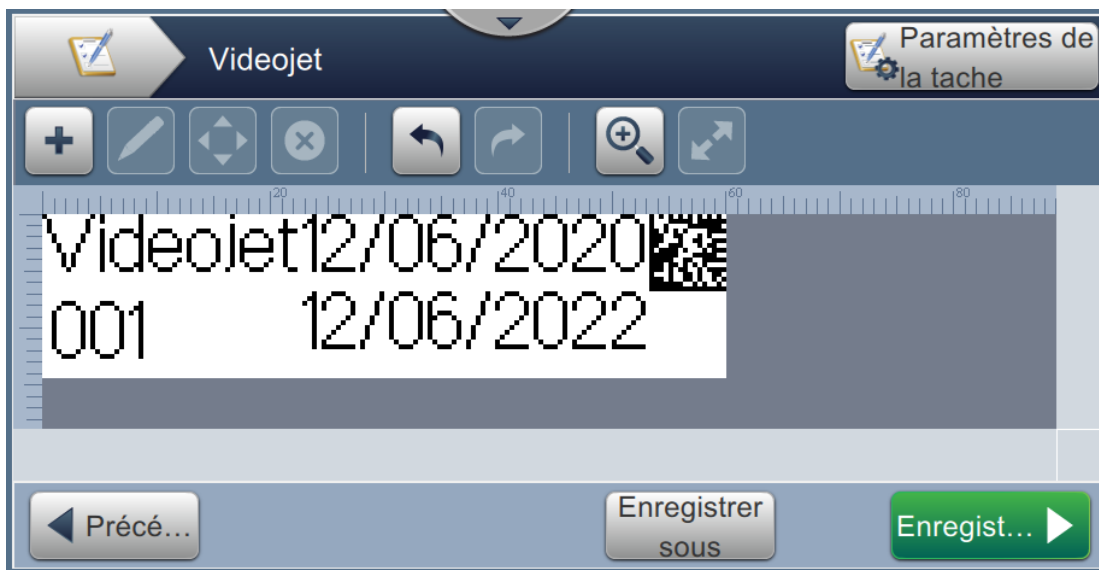

Figure 6-9 : Exemple de tâche
- 11 Sélectionnez le champ et faites-le glisser ou servez-vous du bouton  pour le déplacer jusqu'à l'emplacement souhaité, tel qu'illustré dans la Figure 6-9, page 6-16.
17. Sélectionnez le champ et faites-le glisser ou servez-vous du bouton  pour le déplacer jusqu'à l'emplacement souhaité, tel qu'illustré dans la Figure 6-9, page 6-16.